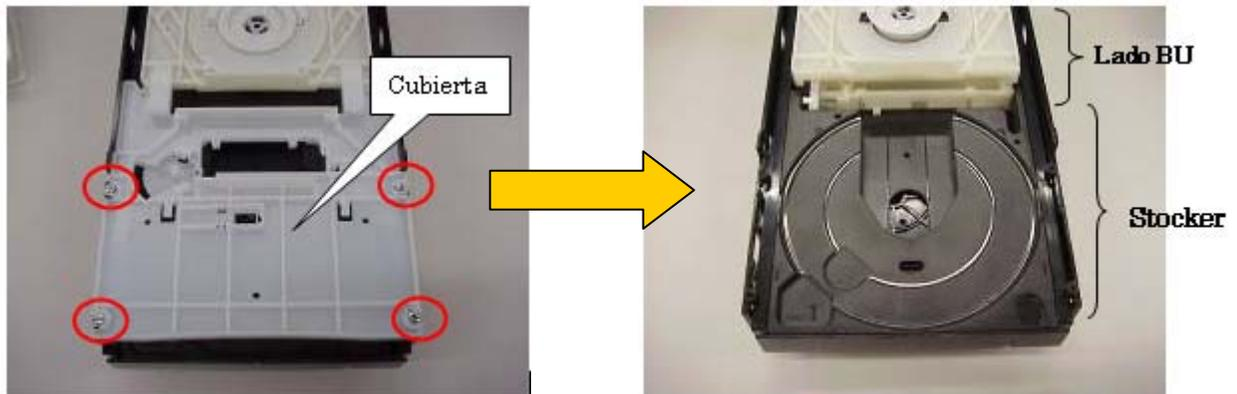

Fig. 1.1
1.1 Remueva los tornillos (4 piezas) y quite la cubierta (Fig. 1.1). Confirme que las 3 charolas de CD se encuentren del lado del Stocker (Fig. 1.2).